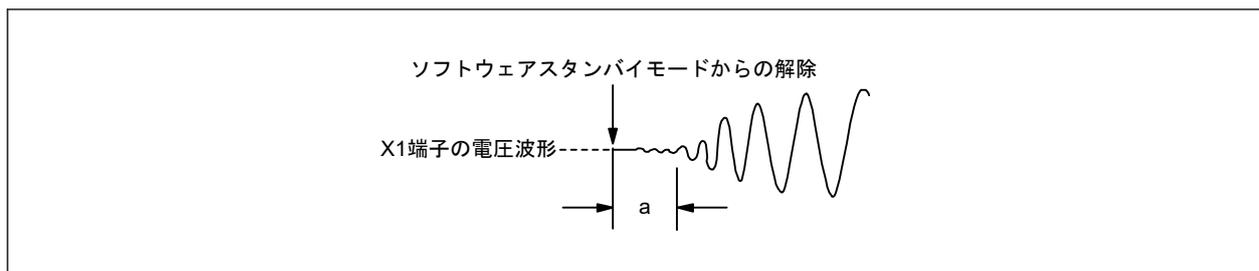

図 8.3 初期発振のイメージ
注. MOSC クロック発振安定時間は、クロックの発振開始までの時間を含みません。(図 8.3 を参照してください。)
- 注 3. MOSC クロック発振安定時間は、クロックの発振開始までの時間を含みません。(図 8.3 を参照してください。)